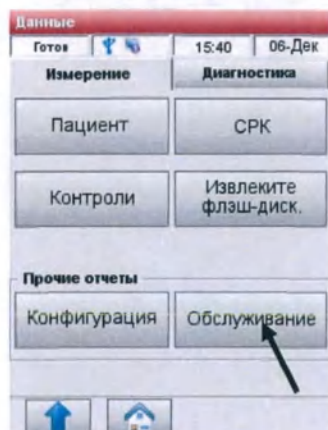

Рис.6-38 Выбор базы данных
2. Нажмите вкладку <Диагностика> и выберите <База данных> (Рис.6-38).
4. Для безопасного извлечения USB-устройства коснитесь  значка USB в строке состояния в верхней части экрана (Рис.6-38).